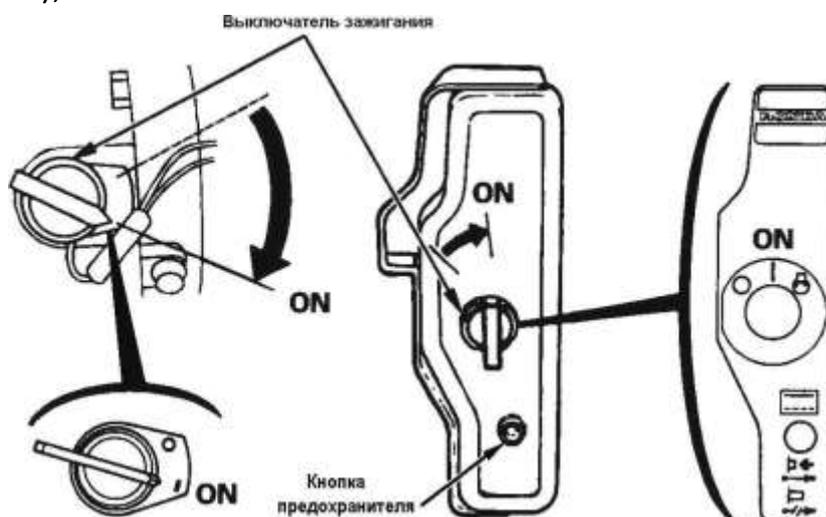

Рисунок 6 – Выключатель зажигания в положении "ON" ("Включено")
8.8 Предохранитель (для компрессора с электрическим стартером). Предохранитель защищает цепь заряда аккумуляторной батареи в случае несоблюдения полярности зарядного тока или при коротком замыкании. Индикатор зеленого цвета внутри предохранителя указывает на срабатывание предохранителя и прерывание цепи заряда. Если это произошло, определите причину прерывания и устраните ее до повторного включения. Для повторного включения следует нажать на кнопку предохранителя (см. рисунок 6).
- установите выключатель зажигания в положение "ON" ("Включено") (рисунок 6);